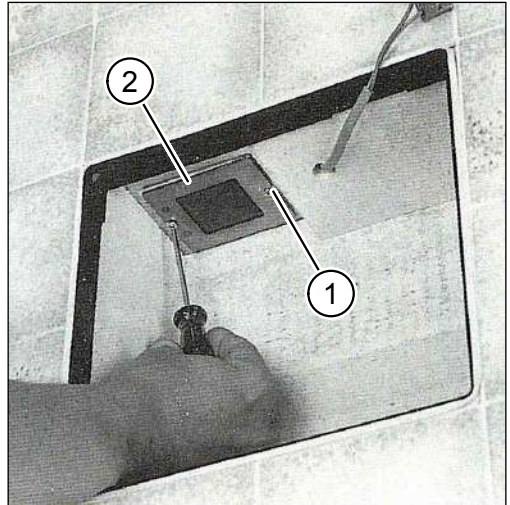

Abb. 33: Brandschutzklappe ausbauen
- ▶ Lösen Sie die 2 Schrauben (Pos. 1 in Abb. 33), mit denen die Brandschutzklappe (Pos. 2 in Abb. 33) am Gehäuse befestigt ist.